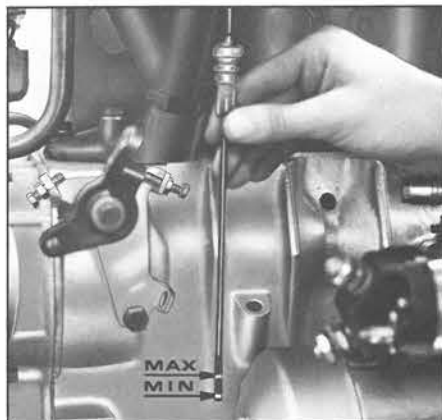

Fig. 23
- 16.1 Controllare il livello olio nel carter motore (fig. 23).
- 16.1 Every day check oil level in oil pan (fig. 23).